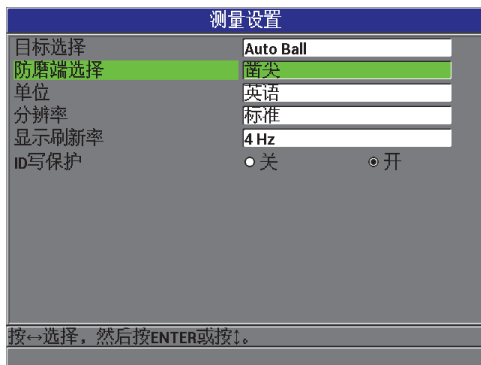

图 4-4 测量设置屏幕
3. 在**测量设置**屏幕中 (参见第 68 页的图 4-4), 选择 **1/16 Ball**、**1/8 Ball**、**3/16 Ball**、**1/4 Ball**、**3/16 MagBall**、**1/4 MagBall**、**0.5 Disk** 或 **0.045 Wire**。